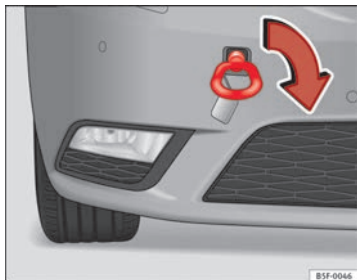

Fig. 174 Pára-choques dianteiro, direita: argola de rebocagem enroscada
- Enroscar a argola de rebocagem, até ao batente, na rosca ⇒ Fig. 174 e apertá-la firmemente com a chave de rodas.